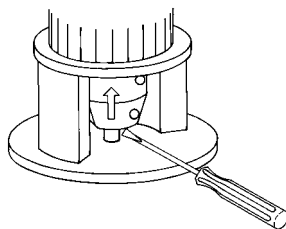

Fig. 16 Élévation de l'accouplement et de l'arbre de la pompe
3. Relever autant que possible l'accouplement et l'arbre de la pompe (en direction du moteur) avec un tournevis ou un outil similaire, de sorte que la pompe et l'arbre du moteur se touchent. Voir la figure 16.